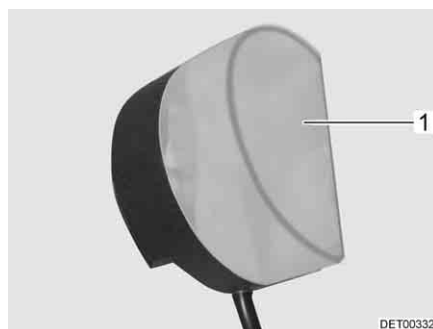

Fig. 272 Lámpara del armario ropero
- Comprimir ligeramente la cubierta de la luz (Fig. 272,1) y retirarla.